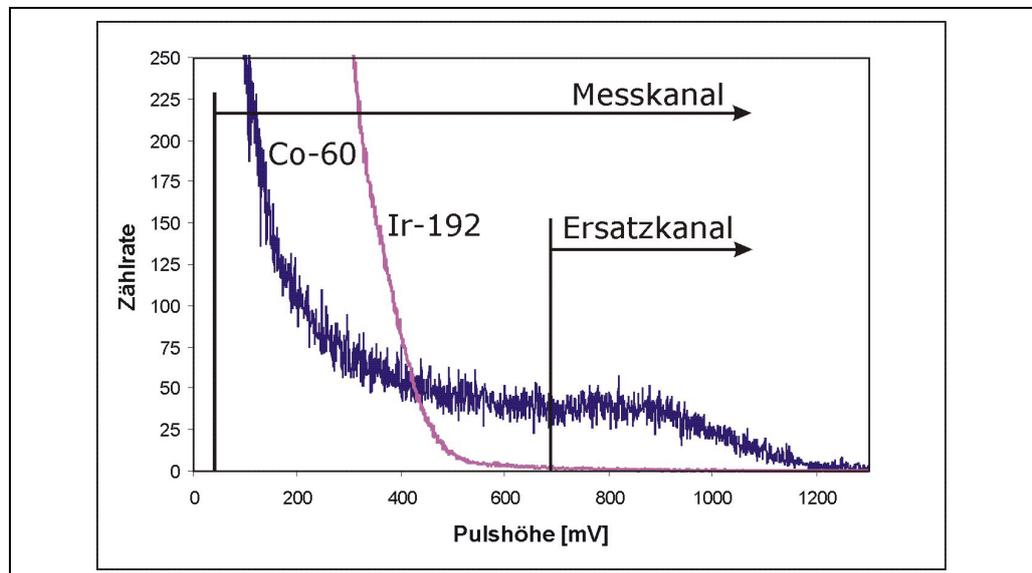

Abb. 2 Pulshöhenspektrum
Eine Analyse der vom Detektor registrierten Spannungspulse erlaubt eine Unterscheidung zwischen Fremd- und Messstrahlung anhand der von der Energie abhängigen Pulshöhe. Das Pulshöhenspektrum in Abb. 2 zeigt die Verteilung der Pulshöhen wie sie von γ -Strahlung aus Co-60 bzw. Ir-192 Quellen in einem Stabdetektor mit Polymerszintillator erzeugt wird. Aufgrund der hohen Strahlungsenergie erstreckt sich das Spektrum von Co-60 bis zu großen Pulshöhen, während für eine Ir-192 Quelle, die Anzahl der Pulse mit der Pulshöhen drastisch abnimmt.
Im Pulshöhenspektrum aus Abb. 2 liegen praktisch keine Ir-192 Pulse oberhalb einer Höhe von 700 mV. Die Strahlung von Se-75 liegt energetisch noch unterhalb von Ir-192 und erzeugt damit noch deutlich weniger Pulse großer Höhe.
Wie in Abb. 2 dargestellt, entsteht durch die Hinzunahme einer zweiten elektronischen Schwelle (Schwelle 2) oberhalb des Ir-192 Bereichs ein zweiter Kanal, der Ersatzkanal (EK). In ihm werden ausschließlich Pulse registriert, deren Pulshöhe den festen Spannungswert der Schwelle 2 überschreitet. Die Anzahl der von der Fremdstrahlungsquelle stammenden Pulse, die dieses Kriterium erfüllen, ist in den meisten Fällen vernachlässigbar klein. Im Gegensatz zum Messkanal, bleibt daher die Zählrate im Ersatzkanal von Fremdstrahlung unbeeinflusst.